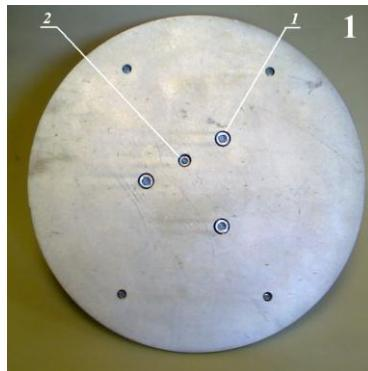

Рисунок 4.3
1) Положить ПДН на стол нагрузочной плитой вверх (рис.4.3). Отвернуть три болта (1) которые крепят датчик силы к нагрузочной плате. Придерживая датчик силы отвернуть монтажный болт\* (2). Осторожно, чтобы не повредить кабель акселерометра, повернуть датчик силы на 90 градусов относительно нагрузочной плиты.